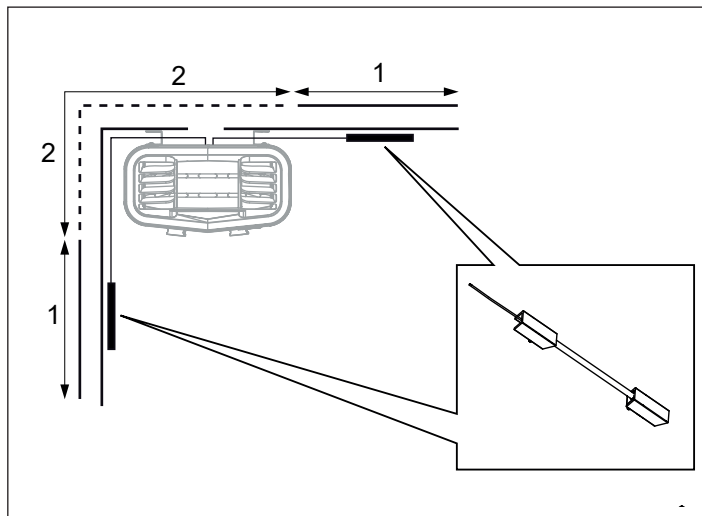
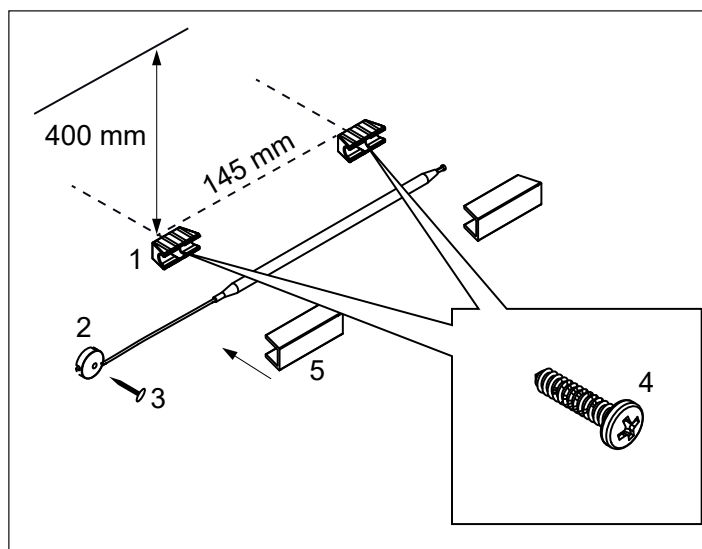
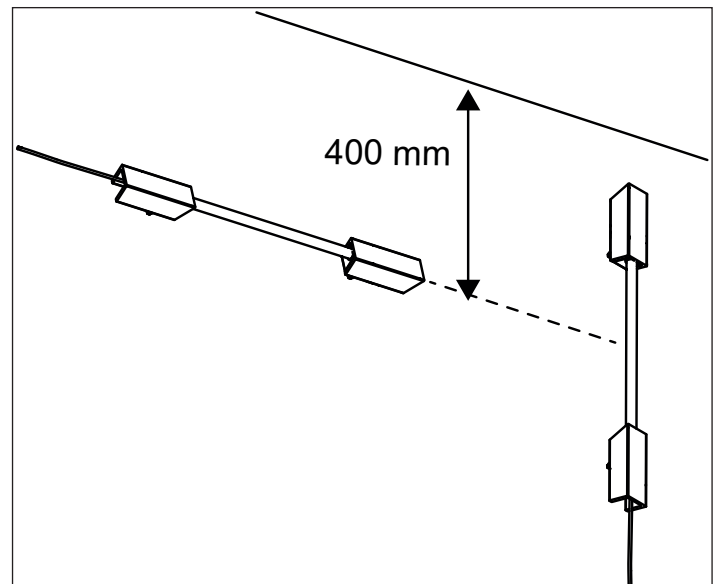
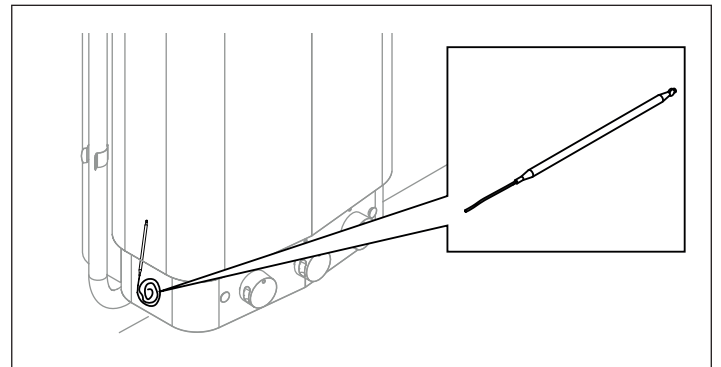

Abbildung 15: Positionierung des Temperatursensors
Abbildung 16: Installation des Temperatursensors
Abbildung 17: Platzierung des Temperatursensors
Abbildung 18: Hier finden Sie den Temperatursensor
13. So platzieren Sie die Temperaturfühlerhalterung an der Wand (siehe Abb. 15). Wählen Sie möglichst Position 1. Position 2 führt zu einer niedrigeren Saunatemperatur. Montieren Sie die Temperatursensorhalterungen (siehe (1) in Abb. 16) mithilfe der zwei mitgelieferten Schrauben 400 mm unter der Decke, bei einem Abstand von 145 mm zwischen den Schrauben (4).
Bringen Sie den Temperatursensor (seitlich an der Heizung, siehe Abb. 18) an und befestigen Sie die Abdeckprofile. Sichern Sie den Heizstab mit zwei Clips (2) und dem Kopfnagel (3) (siehe Abb. 16). Der Sensor kann vertikal oder horizontal angebracht werden, (siehe Abb. 17)
Wenden Sie sich an den TylöHelo Kundendienst, bevor Sie Spannungen oder Phasennummern anschließen, die nicht im Schaltplan (Abb. 17) abgebildet sind.